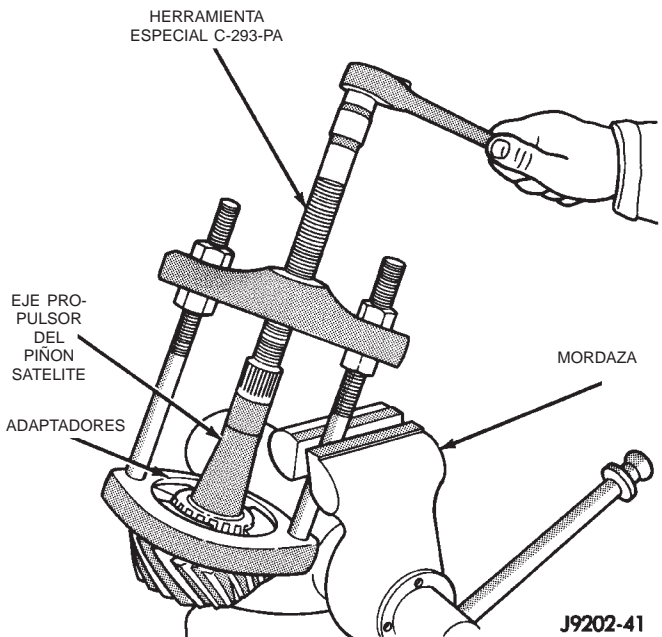

Fig. 50 Desmontaje del cojinete interno
(12) Retire el cojinete trasero del piñon con la prensa y el extractor C-293PA y los adaptadores C-293-39 (Fig. 50).